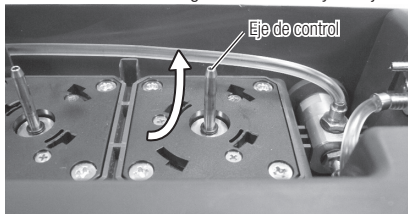

Fig.40
- Limpie la suciedad y el agua del eje de control de arriba abajo. (Fig.40)